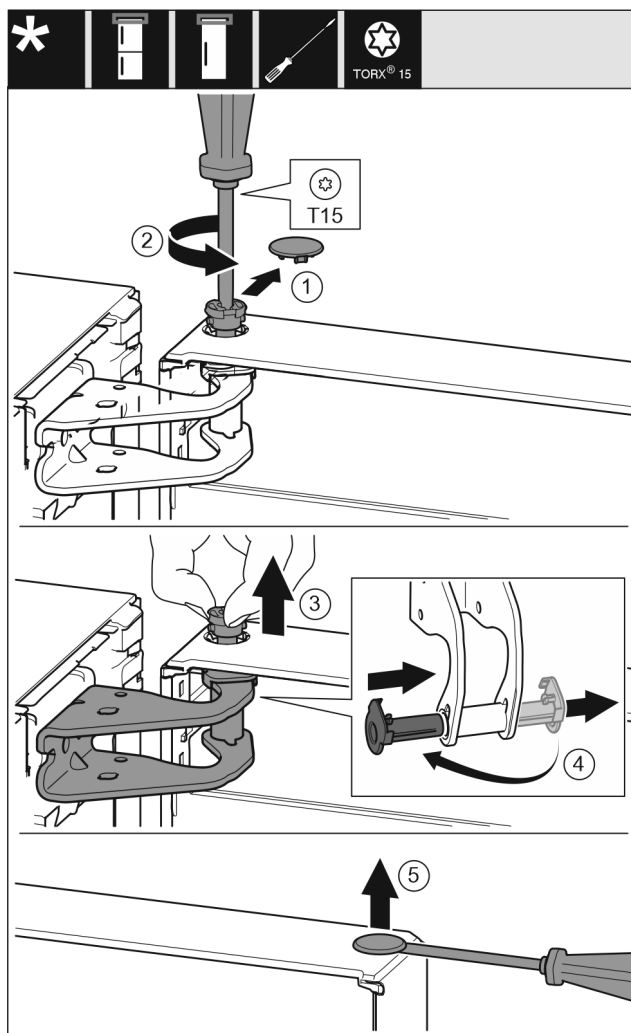

Fig. 7
- Veiligheidsafdekking voorzichtig eraf trekken. Fig. 7 (1)
- Bout met schroevendraaier T15 een stukje eruit draaien. Fig. 7 (2)
- De deur vasthouden en de bout met de vingers eruit trekken. Fig. 7 (3)
- Lagerbussen uit de geleiding trekken. Op de andere kant aanbrengen en vastklikken. Fig. 7 (4)
- Stop voorzichtig met een sleufschroevendraaier uit de lagerbus van de deur optillen en eruit trekken. Fig. 7 (5)